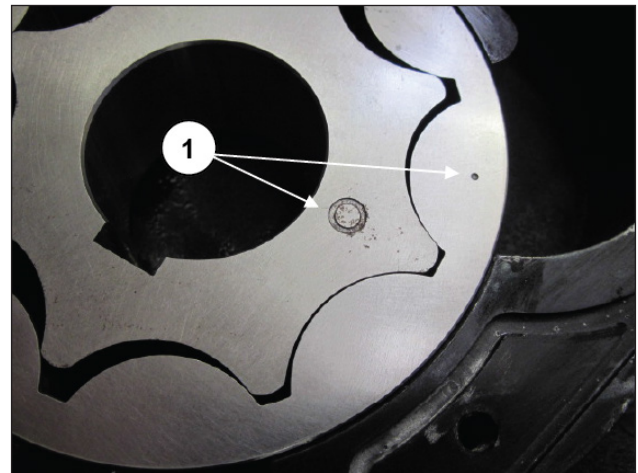

Abb. 153
**Richten Sie bei der Montage der Ölpumpenrotoren die auf den zwei Teilen befindlichen Markierungen auf die selbe Seite, gemäß Abb. 153 Pos. ①.**